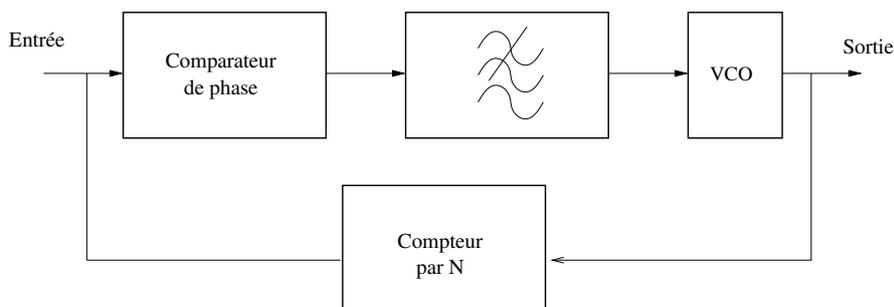

FIGURE 3.4 – PLL avec diviseur.
1. Calculez la fréquence de sortie de la PLL de la figure 3.4